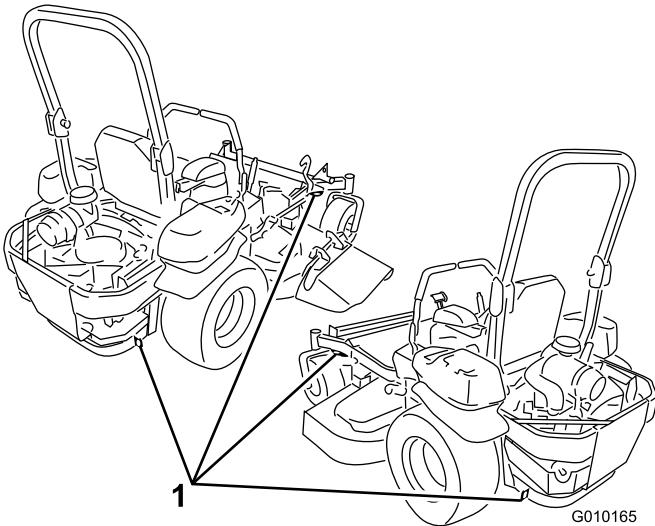

Figura 38
- Utilice los bucles metálicos de amarre de la máquina para sujetar la máquina firmemente al remolque o al camión con correas, cadenas, cables o cuerdas (Figura 38).